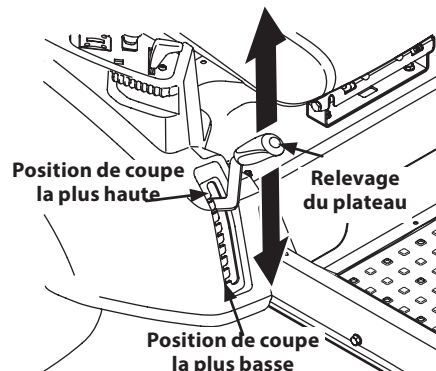

Figure 4-12
- a. Utilisez le levier de relevage du plateau de coupe pour positionner le plateau de façon que la courroie qui circule entre les poulies de tension et la poulie de la prise de force soit aussi horizontale que possible (sous le moteur). Voir Figure 4-12.
- d. Utilisez le levier de relevage pour abaisser le plateau de coupe à la position la plus basse. Voir Figure 4-12.
- e. Utilisez le levier de relevage pour placer le plateau de coupe à la position la plus basse. Voir Figure 4-12.
8. Placez le levier de relevage du plateau de coupe à la plus haute position de coupe et faites glisser le plateau de coupe sous l'appareil. Voir Figure 4-12.
1. Placez le levier de relevage du plateau à la position de coupe la plus haute. Voir Figure 4-12.